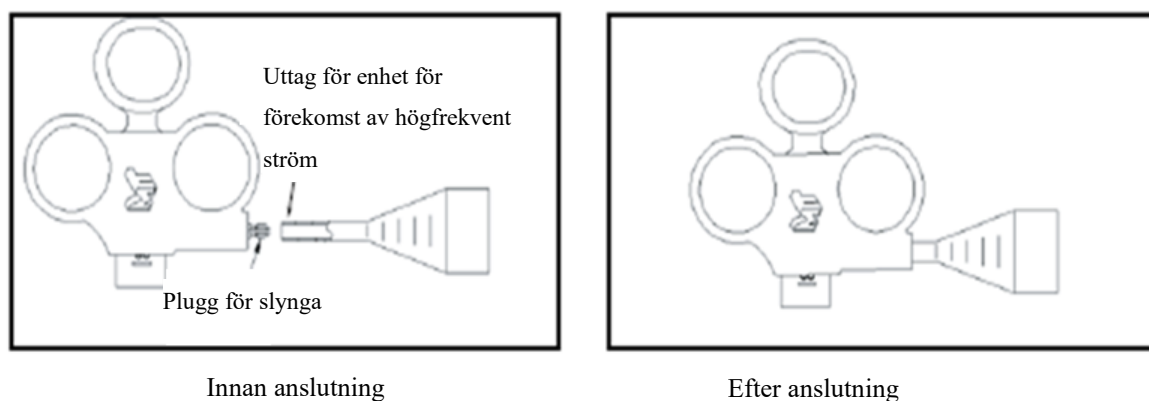

Figur 2
2. Använd handtaget till slyngan för att dra tillbaka öglan i det yttre röret (se figur 2). Slyngan förs in i mag-tarmkanalen genom det endoskopiska kanalhålet. Under endoskopisk övervakning ska den yttre slangen garanteras att komma ut från den distala änden av den endoskopiska kanalen (se figur 3):